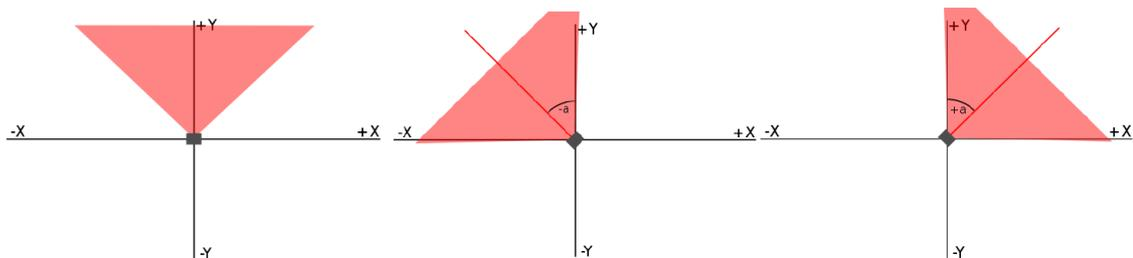

Fig. 3.4. Piano cartesiano del sensore – *Rotation* 0°, *Rotation* -45° e *Rotation* +45°
- *Installation rotation (deg)*. È il parametro che indica quale rotazione viene data al sensore rispetto ad un asse verticale in base al piano cartesiano di riferimento. Se il valore è 0, le misure saranno riferite all'asse Y perpendicolare al sensore stesso. L'asse X è parallelo al piano frontale del sensore. Nella Fig. 3.4 è raffigurato il piano cartesiano e *Rotation* 0°, -45° e 45° col sensore nel punto di origine del piano.